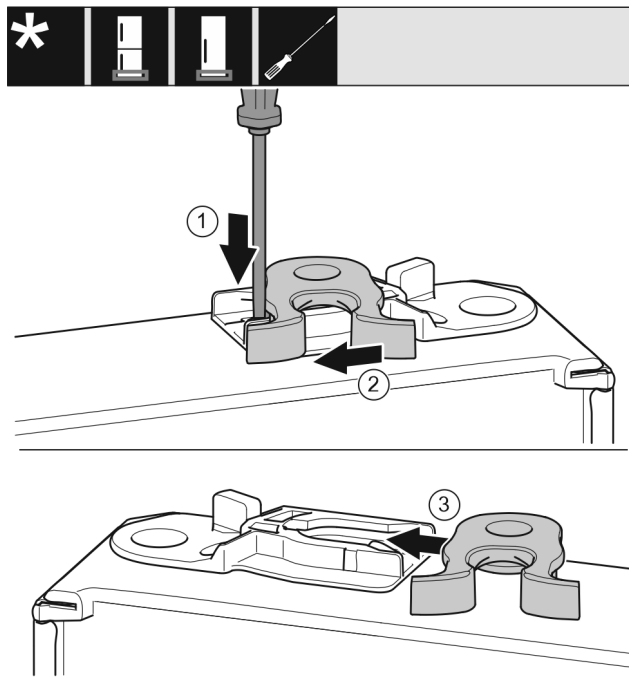

Fig. 46 *
- Potisnite spono Fig. 46 (1) navzdol s ploščatim izvijačem.*
- Povlecite zapiralni kavelj Fig. 46 (2) ven iz vodila.*
- Potisnite zapiralni kavelj Fig. 46 (3) na drugi strani v vodilo.*